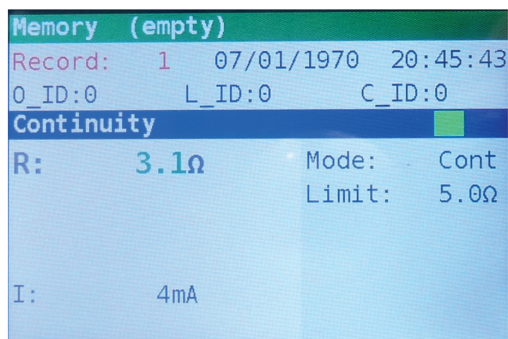

Figura 7.2: Guardar resultados
Paso 2 Presione la tecla **MEM**. Se mostrará los siguientes datos (Figura 7.2):
Cuando se ha realizado una medición, se muestra la pantalla de la figura 7.2. Presione las teclas **ARRIBA** o **ABAJO** para acceder a la lista de registros.
Cuando se ha realizado una medición, se muestra la pantalla de la figura 7.2.